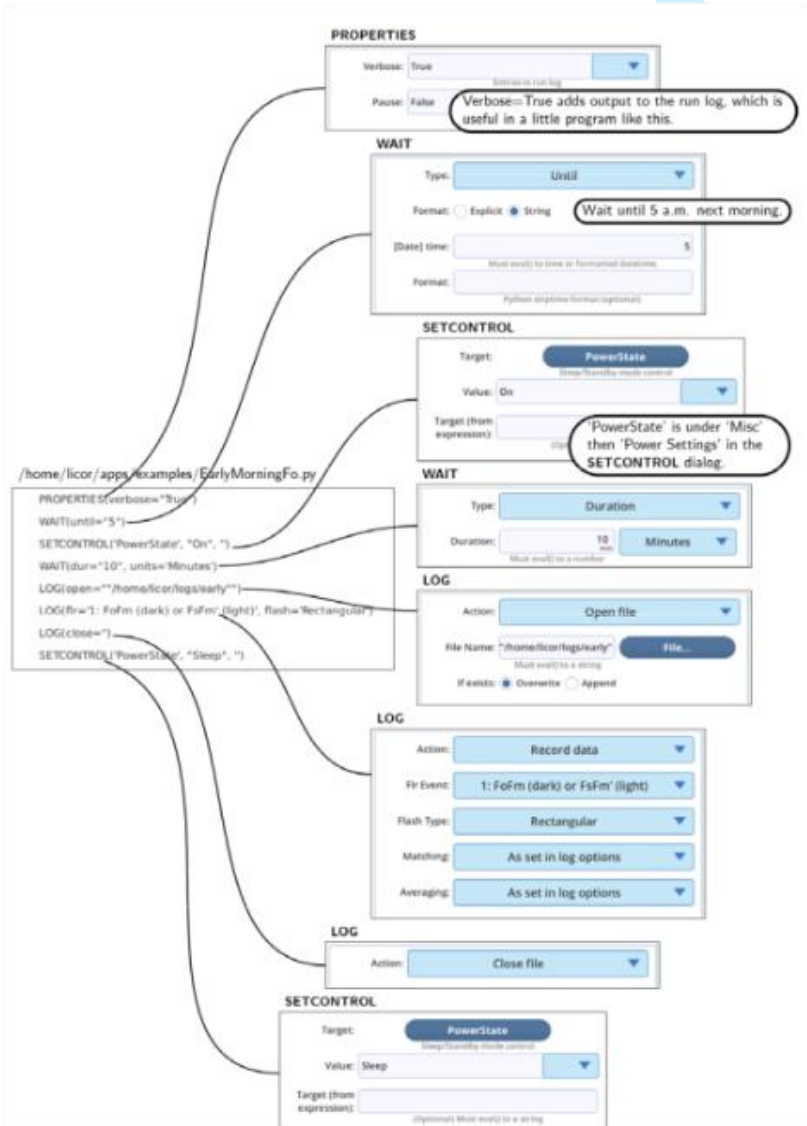

图 20: Set 屏幕给各个构造器赋值
5. 点击 **Set** 标签，按照图 20 来配置各个步骤。